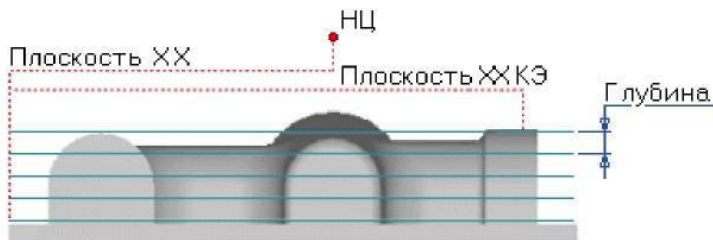

Рис. 4.47
5. Поставьте флажок **Многопроходная**, выберите **Глубина** и введите в поле значение **5.8**. Этот параметр определяет расстояние между Z уровнями (рис. 4.47).